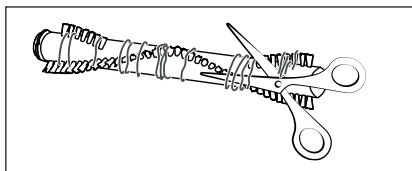

Fig. 28
- 4) Corte os fios e cabelos presos nas cerdas do rolo de escova **21**, utilizando uma tesoura (ver fig. 28). Remova os fios e cabelos presentes no rolo de escova **21**.